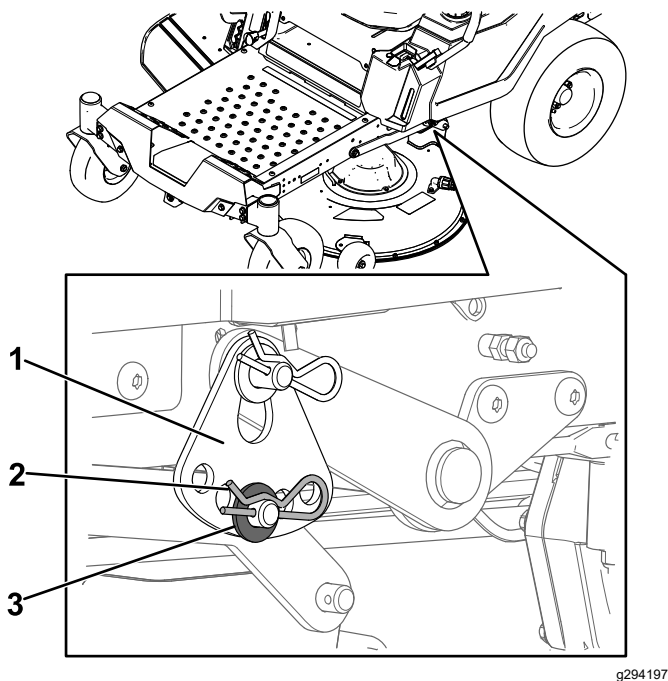

Figura 73
6. Îndepărtați tiftul în formă de agrafă i aiba de la tiftul inferior al braului de ridicare (Figura 73).